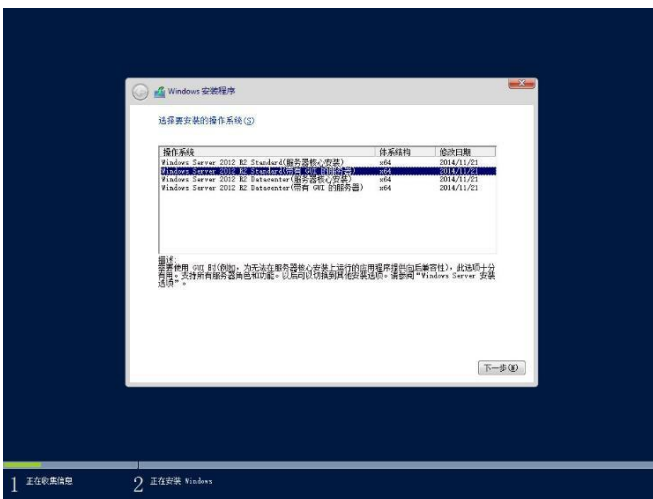

图 6-4
- e. 点击现在安装按钮，进入操作系统版本选择界面，如图 6-4 所示，以 Standard(带有 GUI 的服务器)为例，选择 Windows Server 2012 R2 x64 Standard(带有 GUI 的服务器)。